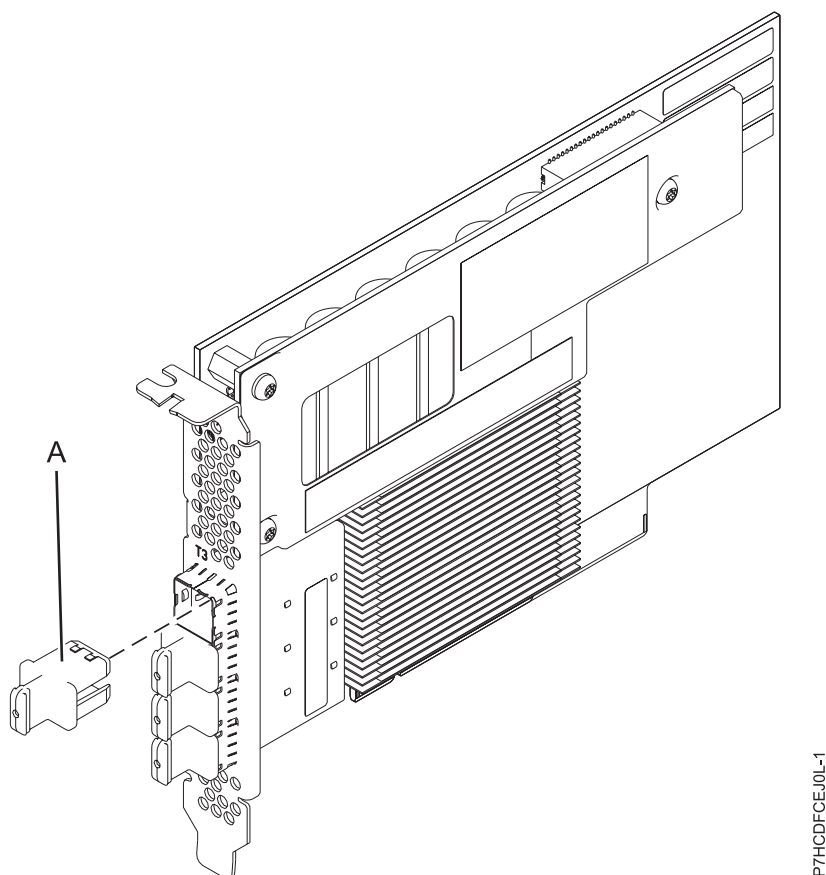

Figura 18. Adaptador PCIe3 12 GB Cache RAID SAS 6 Gb
Figura 18 mostra o adaptador PCIe3 12 GB Cache RAID SAS 6 Gb de porta quádrupla. O plugue do conector (A) está instalado em uma porta vazia e evita danos a essa porta sempre que um cabo para os conectores de porta adjacente é plugado ou removido.
O FC EJ0L é um adaptador single wide, full-height e curto. Figura 18 na página 52 mostra o adaptador FC EJ0L. Cada FC EJ0L requer mais FC EJ0L nesse servidor, ou em outro servidor, que os pares com o adaptador SAS RAID e permite a funcionalidade de cache e outras funções de alta disponibilidade dos inicializadores múltiplos (IOA de armazenamento duplo).